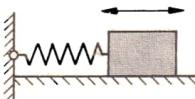

Bild 81
- 10.9** Ein Körper der Masse 150 g ist über eine Schraubenfeder (Federkonstante 50 N m^{-1}) an einer Wand befestigt und kann auf horizontaler Unterlage reibungsfrei gleiten (Bild 81). Anfangs ist die Feder um 35 mm zusammengedrückt. Berechnen Sie mit Hilfe des Energieerhaltungssatzes die maximale Geschwindigkeit des schwingenden Körpers.